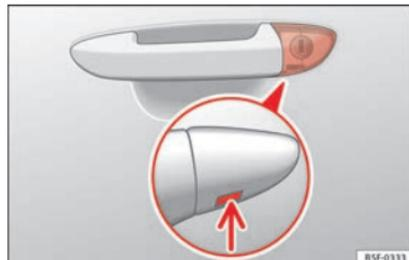

Fig. 3 Manípulo da porta do condutor: Canhão da fechadura oculto.
- Introduza o palhetão na abertura inferior da tampa do manípulo da porta do condutor »» Fig. 3 (seta) e retire a tampa de baixo para cima.